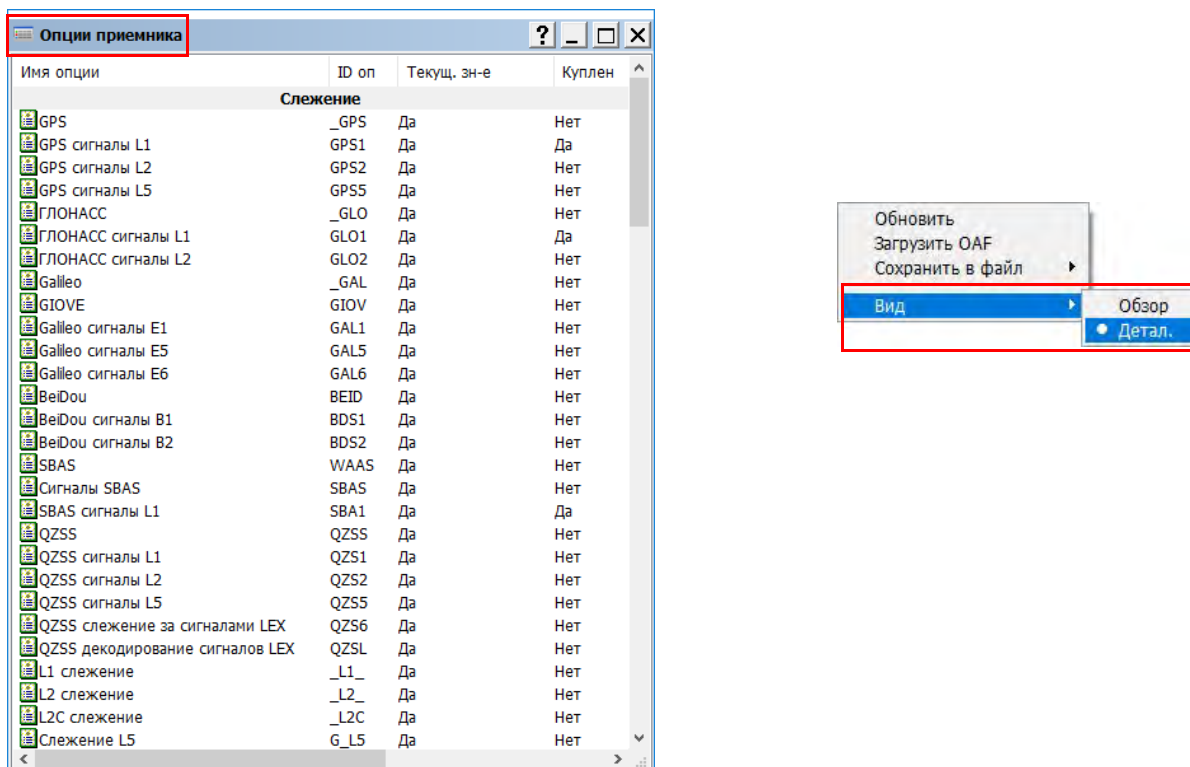

Рисунок 5-10: Дополнительные сведения ОАФ
10. Для просмотра подробных сведений об ОАФ, кликните правой кнопкой мыши в окне **Опции приемника** и выберите **Вид > Детал.** (Рисунок 5-10).